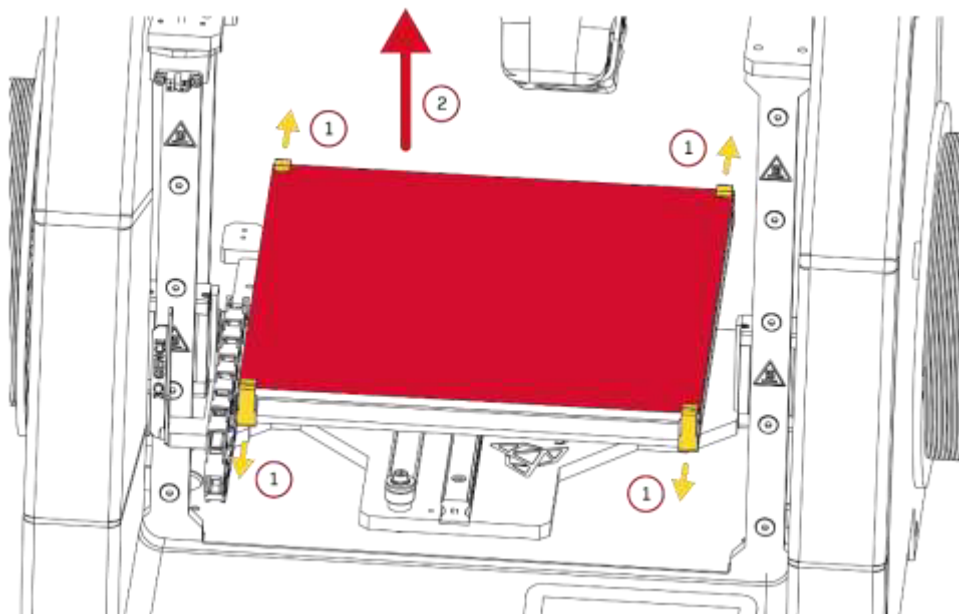

Рис. 57 Нагревательный стол: 1. Клипсы | 2. Керамическая поверхность нагревательного стола
4. Снять четыре металлических клипсы, крепящих керамическую поверхность, сдвинув их (рис. 57, желтый цвет, позиция 1). Если снять клипсы затруднительно, следует использовать плоскогубцы.
5. Аккуратно поднять и снять керамическую поверхность (рис. 57, красный цвет, пункт 2).